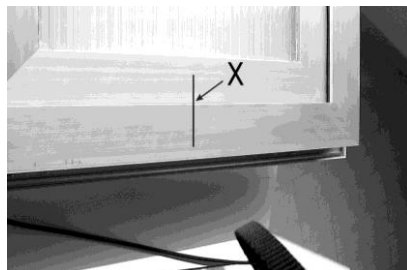

Рисунок 12
- 1) Отметьте карандашом среднюю линию "X" оконного блока (Рис. 12).